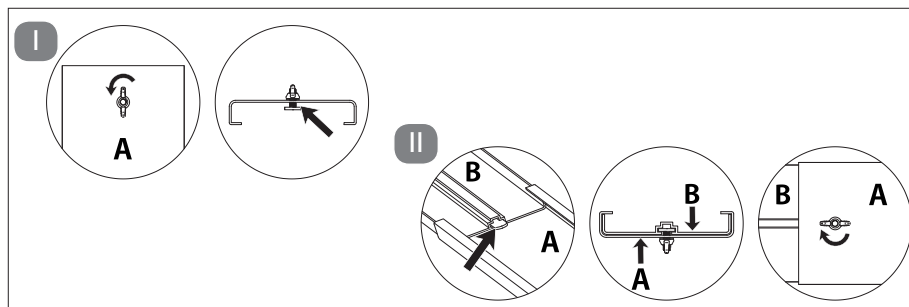

Fig. 14 – Ajuster la taille du kit fenêtre
- ▶ Desserrez l'écrou à oreilles jusqu'à ce qu'il y ait un espace libre entre la partie A du kit fenêtre et le patin. **(voir fig.14 étape I).**
- ▶ Emboîtez les deux parties du kit fenêtre A & B l'une dans l'autre de manière à ce que le patin s'insère dans la rainure de la partie B du kit fenêtre. Ajustez le kit fenêtre à la taille souhaitée en rapprochant ou en éloignant le kit fenêtre et resserrez l'écrou à oreilles. **(voir fig.14 étape II).**